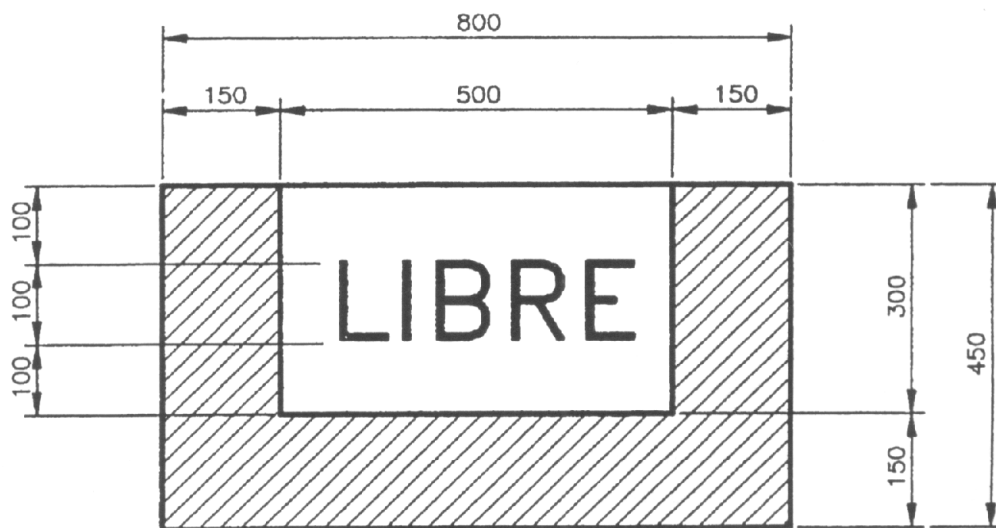

Figura 5
6.1 Las denominadas zonas libres, se pueden señalar en el suelo del modo indicado en la figura 5.